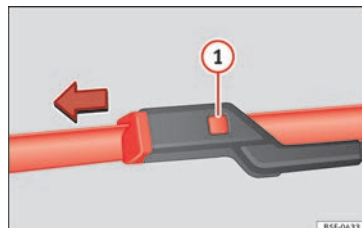

Abb. 90 Scheibenwischerblatt Frontscheibenwischer auswechseln.
- Drücken Sie die Entriegelungstaste **①**
- »» **Abb. 90.**